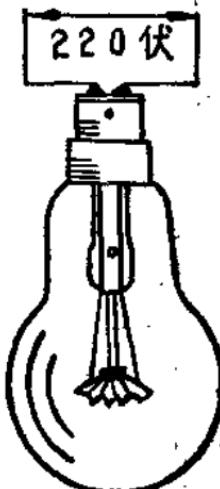

图 1 灯 泡
一个灯泡上面标有 220 伏 (V) 的字样，就是说灯泡接入 220 伏的电路中，在灯泡两个接线头之间有 220 伏 (V) 的电压，正是这个电压才能使灯泡中有电流，使之发光（如图 1）。